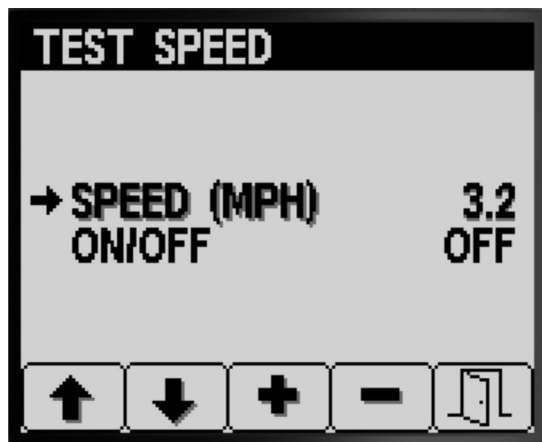

图 71
- 按 1 号或 2 号按钮可导航至 SPEED 速度选项图 71。
4. 按 3 号或 4 号按钮可升高或降低模拟速度 图 71。